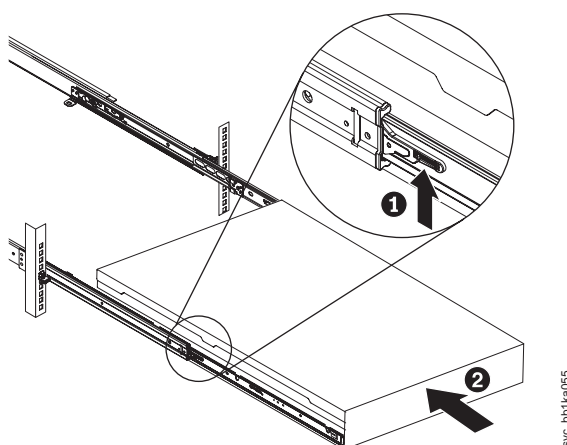

図 36. ラックのスライド・レールの 2145-CG8 または 2145-CF8 ロック・レバーを上げる
- スライド・レール上のロック・レバー (図 36 の 1) を上げて、サーバー 2 を、所定の位置にカチッと音を立てて収まるまで、ラック内に完全に押し込みます。